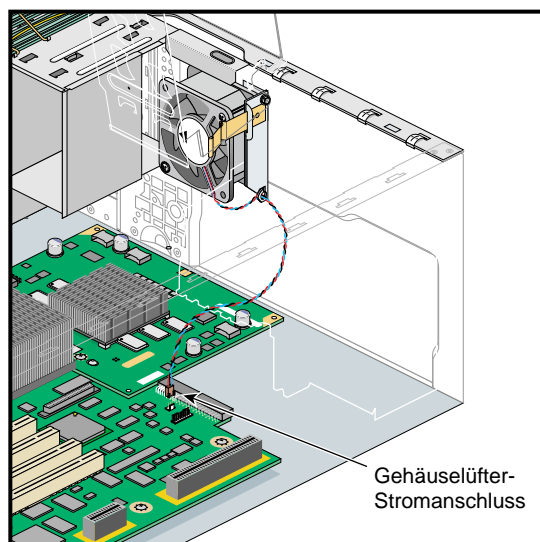

Abbildung 4-39 Trennen des Steckverbinders des Festplattenlüfters von der Hauptplatine
2. Trennen Sie den Steckverbinder des Festplattenlüfters von der Hauptplatine. Siehe Abbildung 4-39.